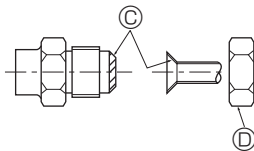

Fig. 4-5
### 4.3. Tubos de conexión (Fig. 4-4, Fig. 4-5)
[Fig. 4-5]
A) (Fig. 4-5)